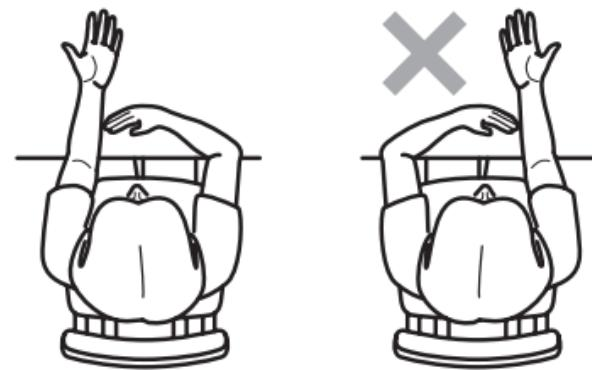

Рис. 3
8.4.3. Расположитесь удобно на стуле, в кресле или на диване. Расслабьтесь, снимите с левого запястья часы или браслеты, отогните, при необходимости, рукав одежды (рис. 3).